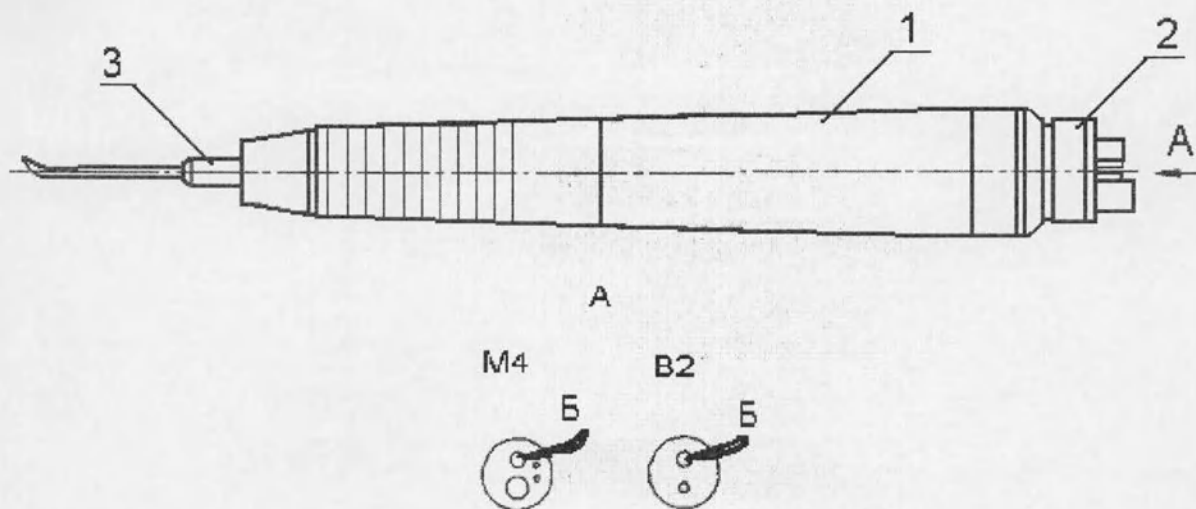

Рисунок 1 Наконечник стоматологический
Конструкция инструмента состоит из следующих узлов (рисунок 1): корпуса (1), переходника (2), сменных кюреток (рабочих инструментов) (3). Виды кюреток приведены на рисунке 2. В корпусе наконечника размещен вибратор (на рисунке 1 не показан). Вода для охлаждения кюреток подается по трубке внутри вала вибратора. Сменные кюретки вворачиваются в гнездо, расположенное на валу вибратора (для предотвращения травматизма установка кюреток производится непосредственно перед работой).